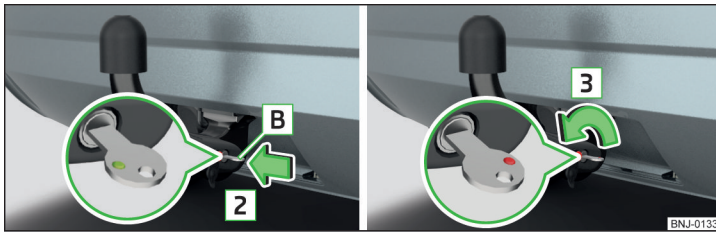

Fig. 138 Introduceți cheia în încuietoare / Deblocați încuietoarea
- Introduceți cheia **B** în încuietoare în sensul săgeții **2**, astfel încât marcajul verde al acestuia să fie orientat în sus » fig. 138.